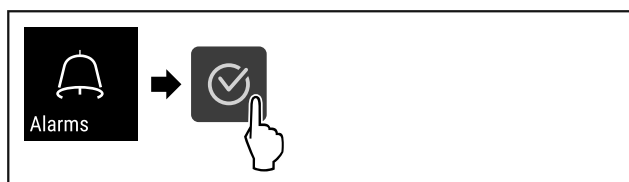

Fig. 112
- ▶ Stappen (zie Fig. 112) uitvoeren.